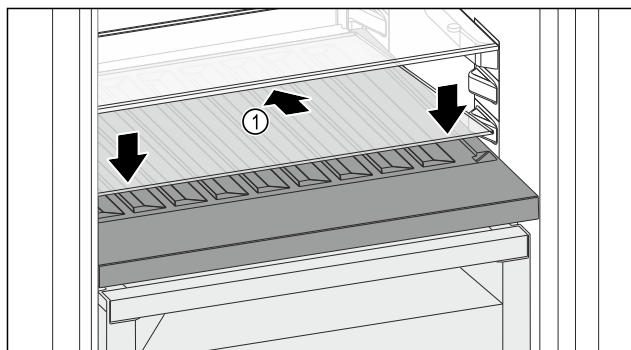

Fig. 159
- Placer la plaque de verre Fig. 159 (1) en biais et inclinée vers le bas.
- Abaisser l'avant de la plaque de verre Fig. 159 (1).